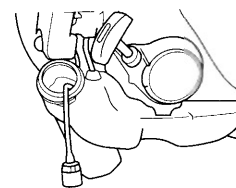

Fig. 12
**Filtre à carburant (Fig. 12)**